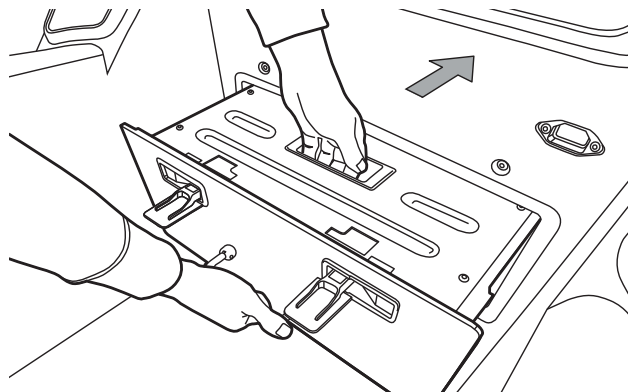

図 35:バッテリーモジュールをスライドさせて SE-3 Patroller に取り付ける
2. ラッチが 図 35 のような状態になっていることを確認します。